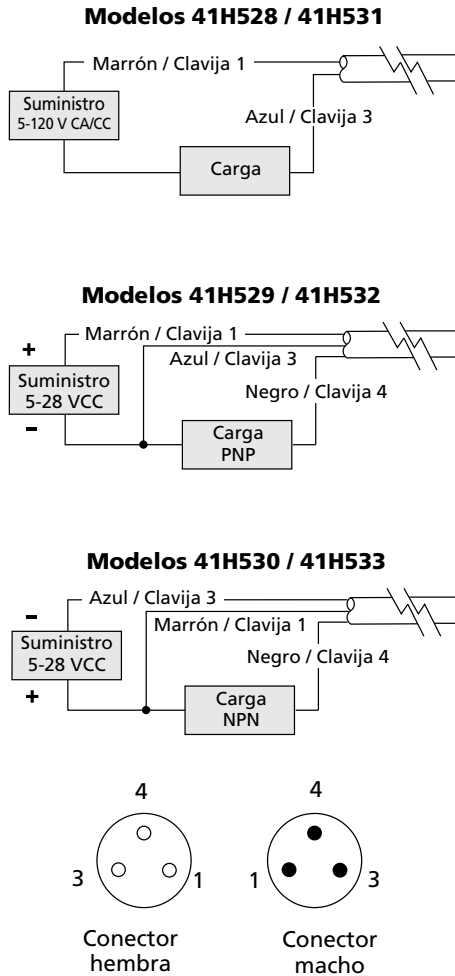

Figura 10 – Instalación Eléctrica
2. Conecte los conductores de acuerdo con la Figura 10 en la página 3.